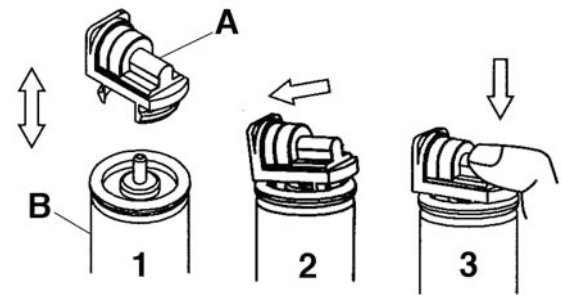

Figure 3
Fixation de la valve de dosage à la bobonne de gaz. Fig.3.
1. Séparez la valve de dosage (A) Fig.3 de la bobonne de gaz (B).